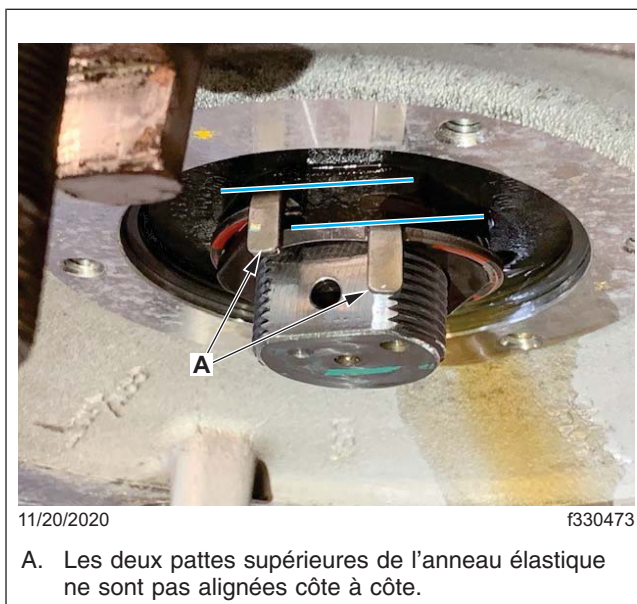
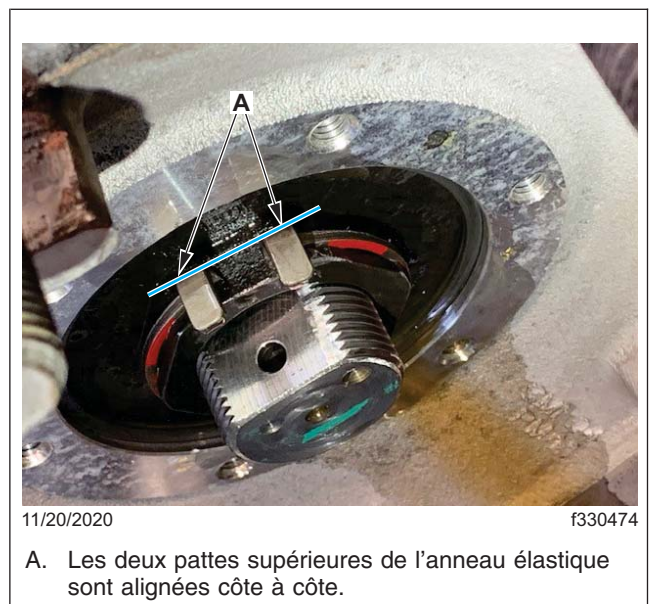
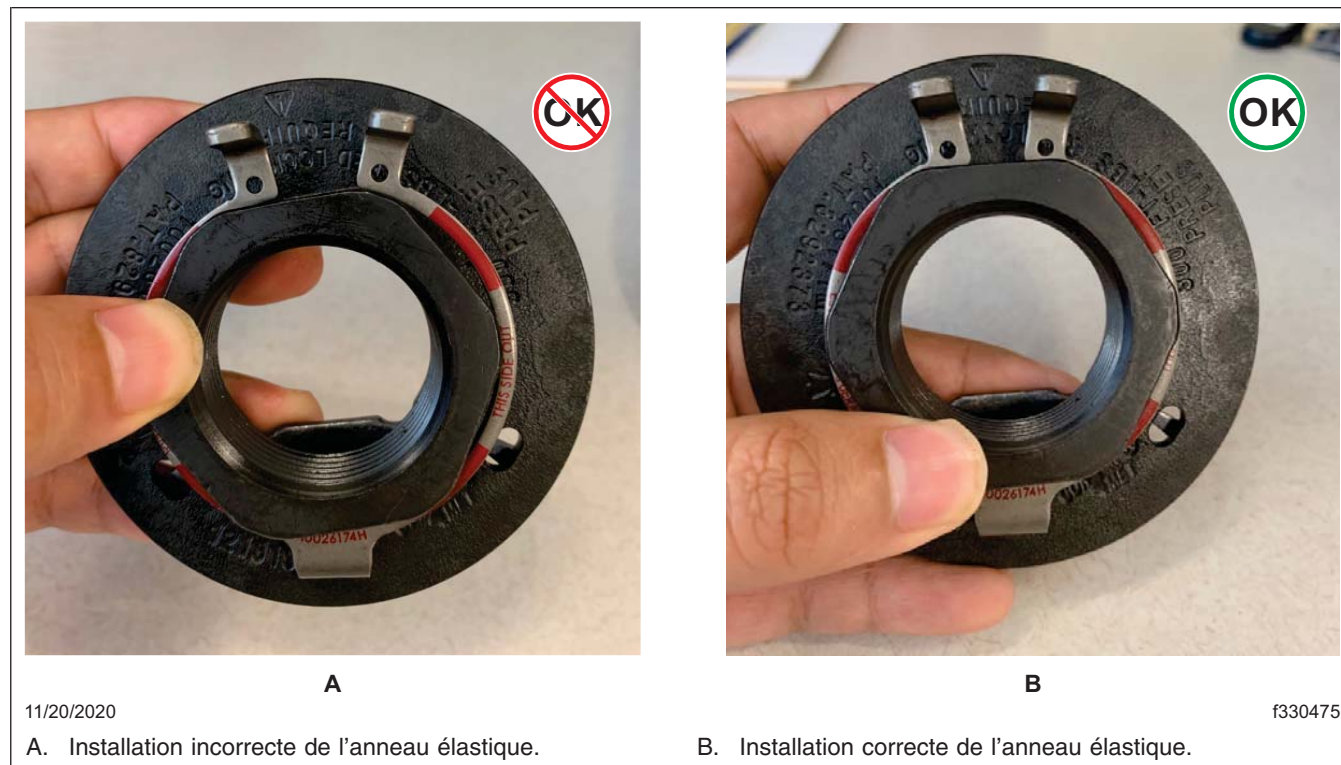

Fig. 1, Pattes supérieures de l'anneau élastique installées de manière incorrecte
Fig. 2, Pattes supérieures de l'anneau élastique installées de manière correcte
Fig. 3, Exemples d'installation incorrecte et d'installation correcte de l'anneau élastique
Pour des exemples d'anneaux élastiques mal installés et correctement installés, reportez-vous aux Figure 1, Figure 2 et Figure 3.
7. Vérifiez que l'anneau élastique est correctement installé dans la rainure de l'écrou de fusée. Si l'anneau d'élastique ressemble à la référence A de la Figure 1 ou de la Figure 3, installez correctement l'anneau élastique dans les rainures.